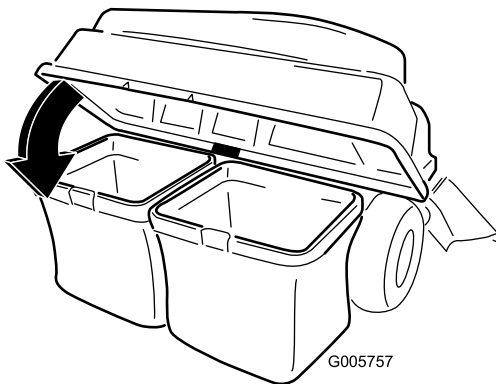

Bild 19
3. Senken Sie die Abdeckung des Heckfangsystems auf den Grasfangkorb ab (Bild 19).